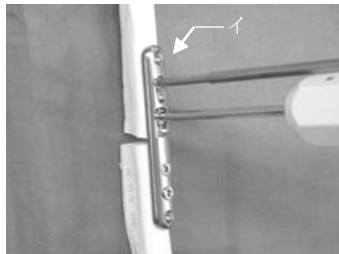

図4
- ② 2つの長穴(ラック付き/ラックなし)部の骨にスクリューを固定するためのドリリングを行い、長穴(ラックなし)部にコーティカルスクリューをプレートがスライドできる程度に仮固定する。
- ③ 長穴(ラック付き)のラック部に手術器具の歯車付きドライバーを差込んで回転させることによりプレートを移動させ、プレートの固定位置を調節した後、上記②で仮固定した長穴(ラックなし)部のスクリューを固定する(図4)。
- ④ 長穴(ラック付き)部をコーティカルスクリューで固定する。
- ⑤ 長穴(ラックなし)部に隣接する1つの丸穴部(図4のイ)をドリリングし、ロッキングスクリュー(OSR ロッキング SW3.5)※1で固定する。